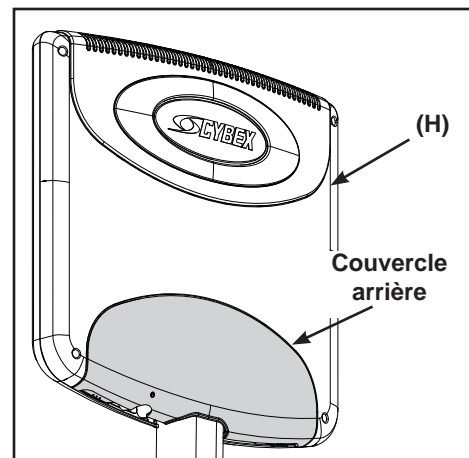

Figure 26
- H. Installez le couvercle arrière sur le moniteur (H). Reportez-vous à la figure 26.